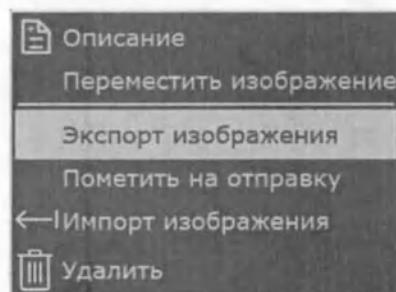

Рис. 36 Контекстное меню обследований
- Кликнуть правой кнопкой мыши – появится контекстное меню (Рис. 36 Контекстное меню обследований);